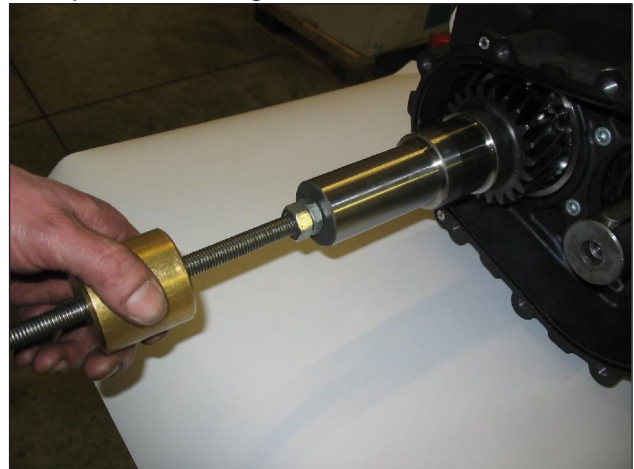

Fig. 20
- Déposer le pignon à l'aide d'un chasoir à inertie à appliquer sur l'orifice M12 (Fig. 20).